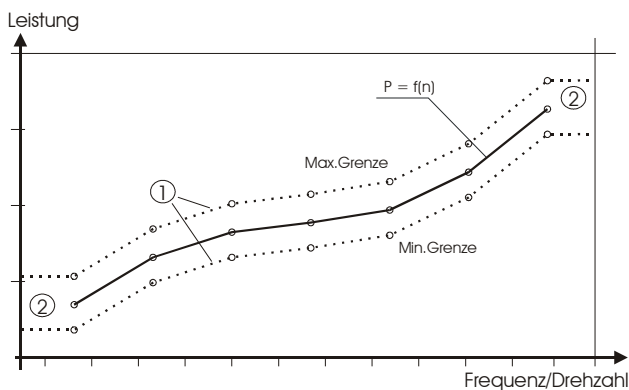

Abbildung 2.8: Grenzwertkurve
Grundlage für die Überwachungskurve bilden 2 bis max. 10 Istwertpunkte $P=f(n)$. Diese Punkte werden vom Programm linear verbunden und mit einem Max./Min. Grenzwertband umgeben ②.(Abb. 2.8)
Das Grenzwertband wird unterhalb des kleinsten aufgenommenen Drehzahlwertes sowie oberhalb des höchsten Drehzahlwertes als konstant weitergeführt ②. (Abb. 2.8)